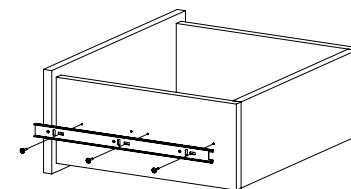

Рис.8
6. Закрепите внутренние планки направляющих к деталям 4, 5 шурупами 3,5х16 (Рис. 8).